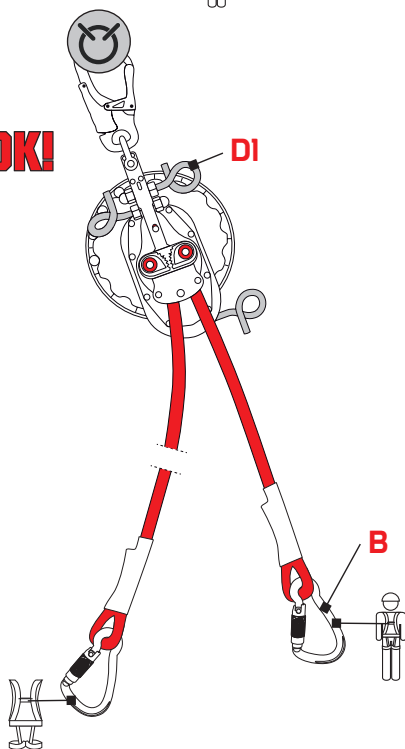

Fig.7
- d) enganche el extremo corto de la cuerda mediante el conector (B) al arnés de la persona a bajar y ténsela asegurándose de que no haya ninguna holgura (fig. 7)